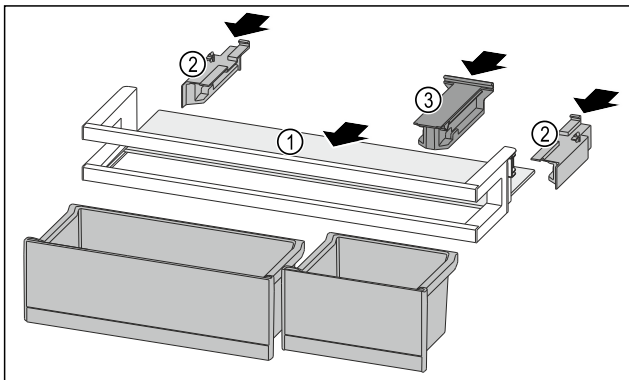

Fig. 91
- ▶ Вкарайте рафта Fig. 91 (1) в страничните прорези.
- ▶ Поставете страничните части Fig. 91 (2).
- ▶ Поставете задържащата част Fig. 91 (3).